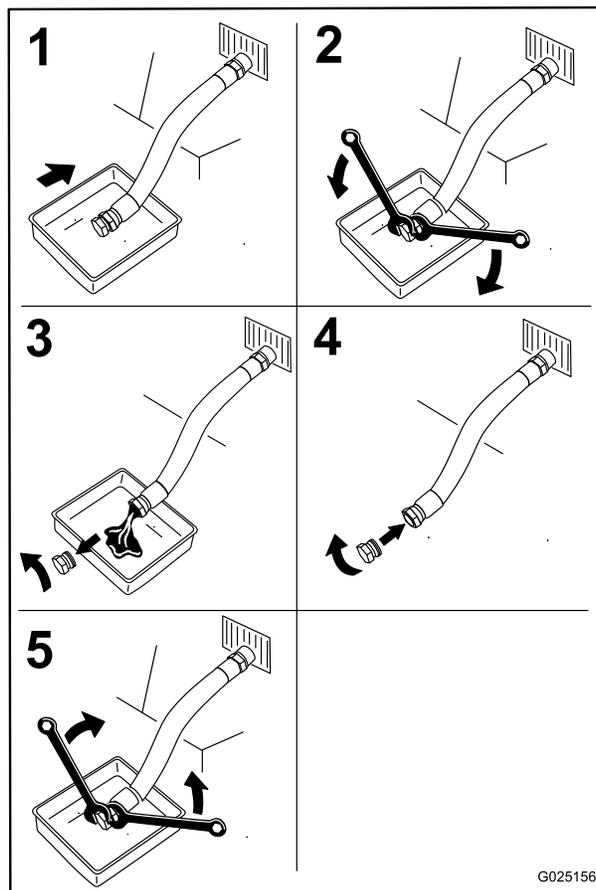

**Figura 39**
5. Limpe a zona em torno da vareta (Figura 39).
9. Se o nível de óleo estiver baixo, limpe a área em volta do tampão de enchimento de óleo, retire o tampão e encha até a marca **cheio** na vareta (Figura 39). Não encha demasiado.
- Deite lentamente cerca de 80% do óleo especificado no tubo de enchimento e adicione lentamente o óleo adicional para atingir a marca **Full** (cheio) na vareta (Figura 39).
- Ligue o motor e conduza até uma superfície plana. Volte a verificar o nível de óleo (Figura 39).